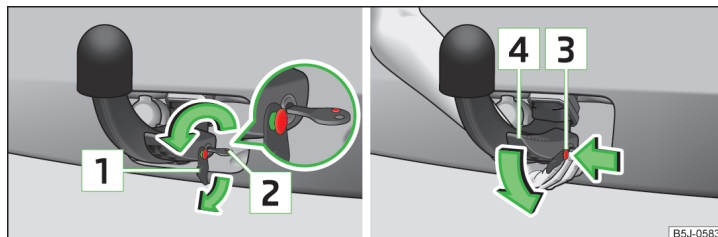

Fig. 125 Deblocarea manetei de operare a tijei cuplei / slăbiți tija cuplei
- Scoateți capacul **1** » fig. 125 de pe încuietoarea tijei cuplei în sensul săgeții.